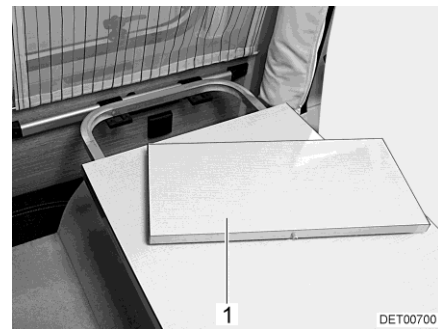

Fig. 70 Rallonge du plateau de table
La surface de la table suspendue peut être agrandie en tirant sur une rallonge du plateau de table (Fig. 70,1).
- Insérer la rallonge du plateau de table (Fig. 70,1) dans la rallonge de table.
- Retirer la rallonge du plateau de table (Fig. 70,1) et la mettre en sûreté.